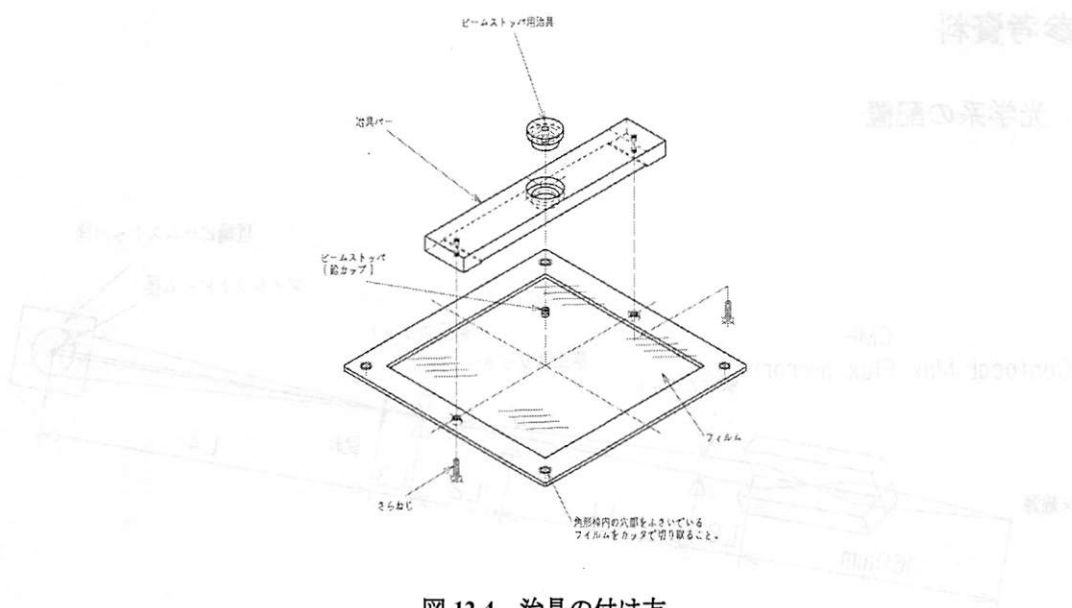

図 12.4 治具の付け方
- (4) 角形枠に治具バーを、さらねじで固定します（図 12.4）。